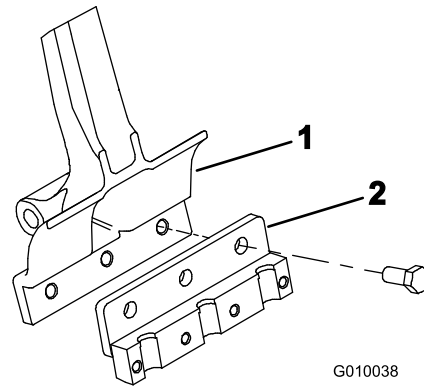

Bild 23
2. Befestigen Sie einen Stachelhalter mit drei Schrauben (1/2 x 1-1/4 Zoll) an jedem Stachelarm (Bild 23). Ziehen Sie sie auf 101,6 Nm an.